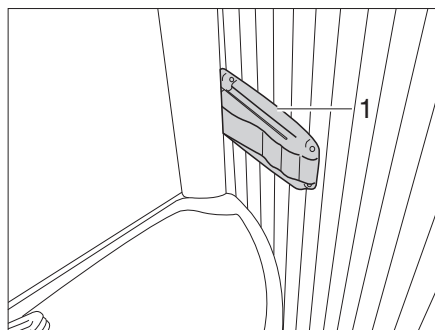

Fig. 271 Toilettes Vario, blocage de la paroi de douche
- Appuyer sur le dispositif de blocage (Fig. 271,1) situé à la droite du rebord du lavabo et tirer légèrement le lavabo. Le lavabo se déplace avec la paroi arrière vers l'avant.